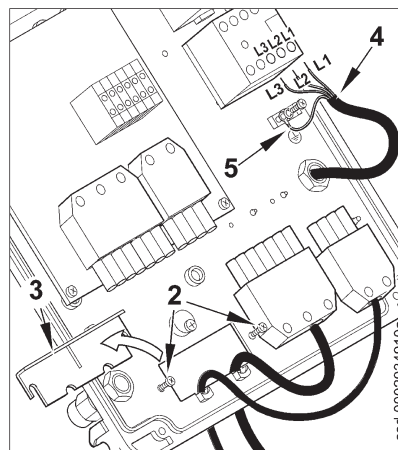

Fig.2
- 1) Enlever le couvercle en dévissant les 4 vis (1) indiquées sur la figure, sans enlever la porte transparente. Il est alors possible d'accéder au tableau électrique du brûleur.
- 2) Desserrer les vis (2) et, après avoir enlevé la plaquette de serrage des câbles (3), faire passer à travers l'orifice les deux fiches à 7 et à 4 pôles (voir figure 2). Relier les câbles d'alimentation (4) au télérupteur, fixer le câble de terre (5) et serrer le serre-câble correspondant.